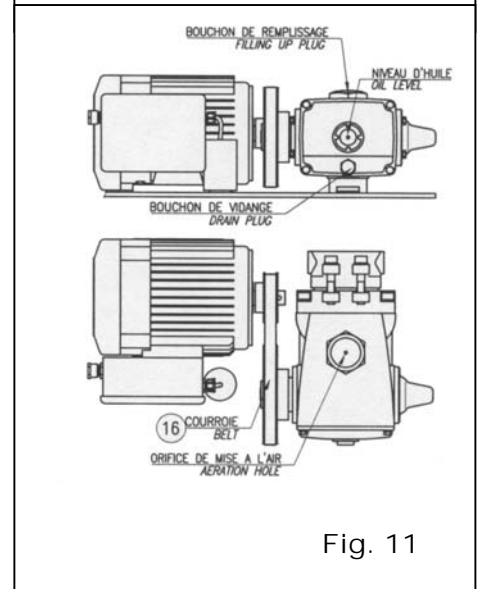

Fig. 11
74. NIVEAU D'HUILE (Fig. 11)
75. VIDANGE DE LA POMPE HP (Fig. 11)